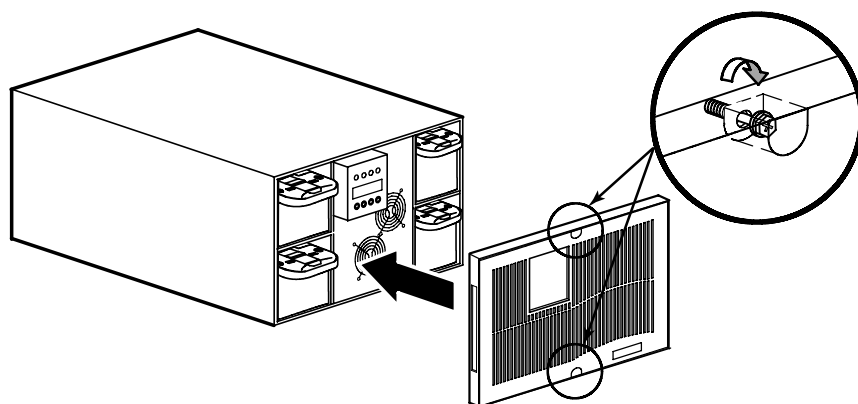

Рисунок 25. Установка передней крышки ИБП
3. Установите переднюю крышку ИБП и затяните два винта передней крышки (см. рис. 25).